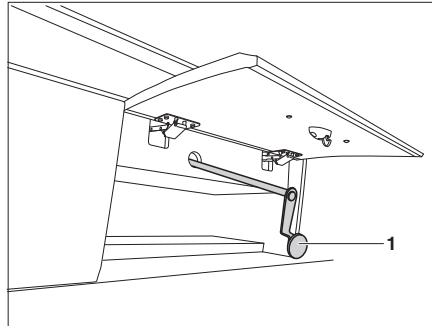

Bild 133 Notbedienung für elektrisches Hubbett
- ▷ Bei Stromausfall kann das elektrische Hubbett auch mit einer Notkurbel (Bild 133) bedient werden. Diese befindet sich hinter einer Staufachklappe.